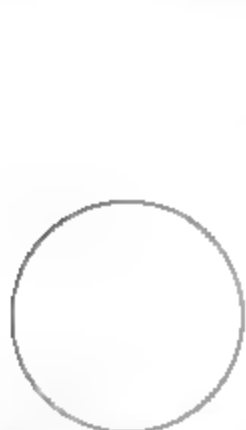

图8-28 绘制圆形
**01** 调用C【圆】命令，绘制半径为350的圆形，结果如图8-28所示。